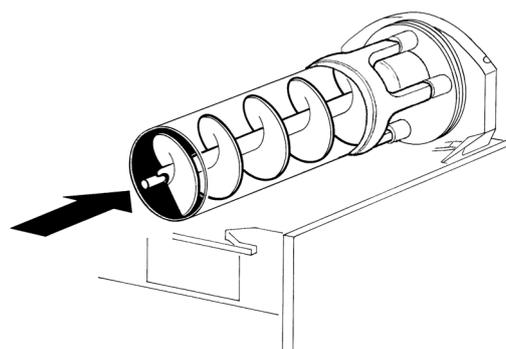

figura 14
- 5 Inserire l'elica interna nell'evaporatore facendo attenzione ad accompagnarla fino in fondo ed evitando di farla urtare la parete posteriore (vedere figura 14).